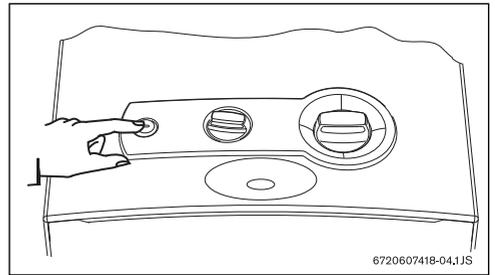

Fig. 5
- ▶ A cet effet, tourner tout simplement l'interrupteur (Fig. 5). Une fois ceci effectué, l'allumage automatique a lieu à chaque fois que l'on ouvre un robinet d'eau chaude. La veilleuse s'allume d'abord et environ quatre secondes plus tard, le brûleur s'allume. La flamme de la veilleuse s'éteint au bout d'une courte durée.